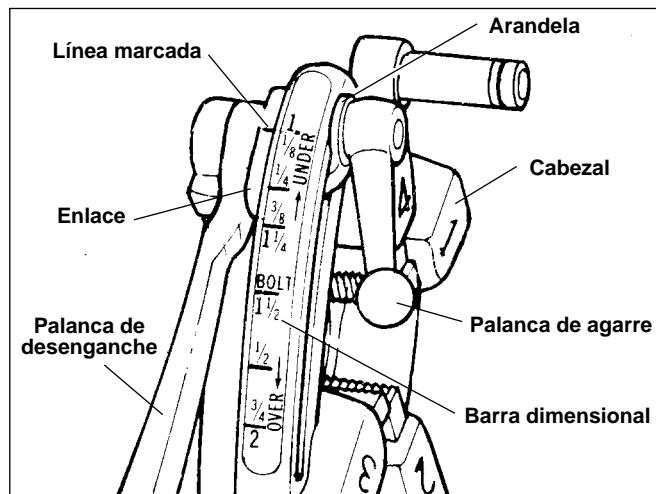

Figura 9 – Cabezal de Terrajas Universal de Apertura Rápida
6. Cabezal de terrajas de Apertura Rápida No. 811A (*Figura 9*) – Cuando se haya completado la rosca, gire la palanca de desenganche a la posición de OPEN (abierta) para retraer las terrajas.
El Cabezal de terrajas Universal No. 811A (*Figura 9*) para roscas a mano derecha necesita cuatro juegos de terrajas para roscar tubería desde $\frac{1}{8}$ hasta 2 pulgadas. Se precisa un juego de terrajas para cada uno de los siguientes tamaños: ($\frac{1}{8}$ pulg), ($\frac{1}{4}$ y $\frac{3}{8}$ pulg), ($\frac{1}{2}$ y $\frac{3}{4}$ pulg) y (1 a 2 pulgs). Para roscar pernos se necesita un juego distinto de terrajas para cada tamaño de perno. No se encuentran disponibles terrajas para cabezales universales a mano izquierda.